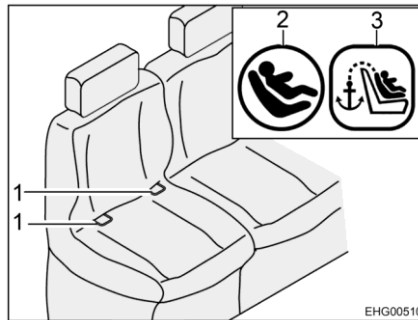
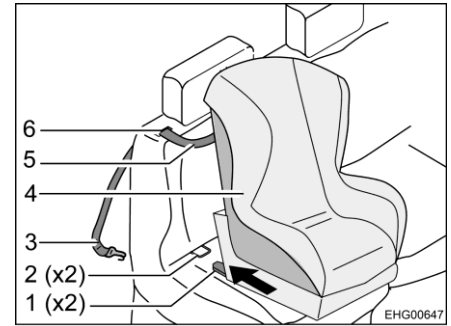

Bild 12 Stol med Isofix
Bild 13 Fastsättning med övre hållrem
- För den övre hållremmen (Bild 13,5) genom skåran (Bild 13,6) i ryggstöds dyna (bredvid nackstödet).
- Haka fast fästkroarna (Bild 13,3) på förankringspunkten på baksidan av nackstödet på fordonssitsen.
- Låt låsarm (Bild 13,1) i fästbygel (Bild 12,1 och Bild 13,2) klicka på plats. Ett tydligt klickande ljud ska höras.
- Kontrollera med ett kraftigt ryck om barnstolen (Bild 13,4) sitter fast.